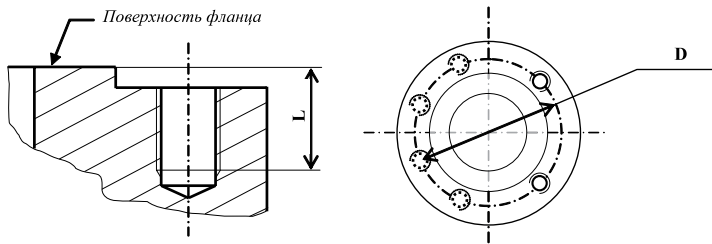
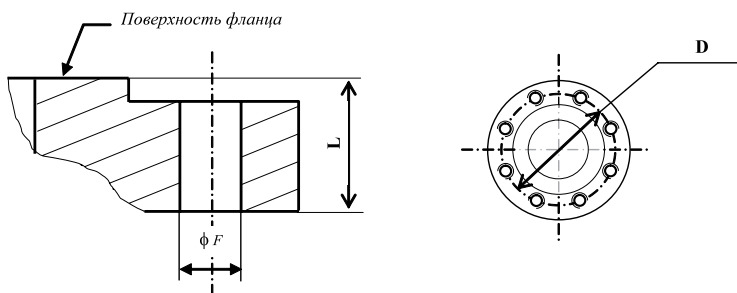

Рисунок 9. Параметры фланцевых соединений счетчиков с номинальными диаметрами до 100 мм включительно.
Рисунок 10. Параметры фланцевых соединений счетчиков Delta™ S3F с номинальными диаметрами 150 мм.
2.7 Параметры фланцевых соединений счетчиков (рис. 9 и рис. 10) приведены в таблице 7.